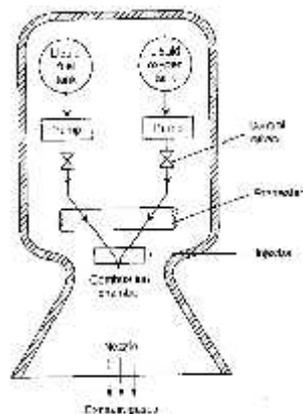

Figure 3 : Moteur fusée à propergol liquide.
- La construction du moteur-fusée à propergol liquide est illustrée à la figure 3,
- Le carburant liquide et l'oxygène liquide sont stockés séparément dans deux réservoirs différents, comme le montre la figure 3.